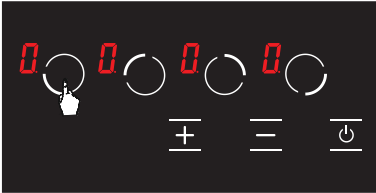

Abbildung 15
2. Die Auswahlstaste (☉) für die linke vordere Kochplatte wird erneut berührt. (siehe Abb. 15)